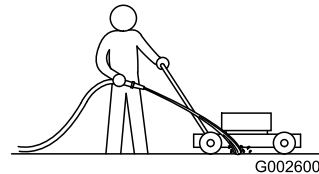

Figura 20
3. Con el motor en marcha y la cuchilla engranada, dirija un chorro de agua por delante de la rueda trasera **derecha** (Figura 20).